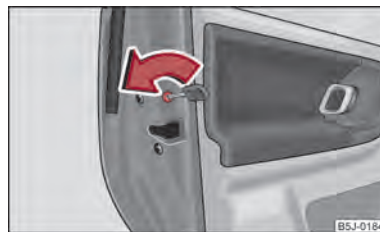

Fig. 11 Siguranța pentru copii de la portierele din spate
- Rotiți cu cheia de contact fanta din portierele din spate în sensul săgeții ⇒ fig. 11.